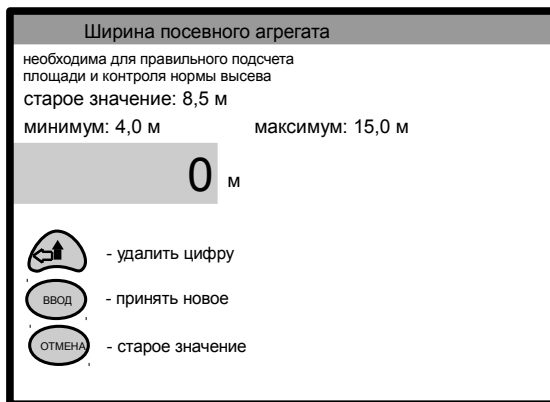

Рисунок 4.12. Окно редактирования параметров
3. После выбора и подсветки нужной строки нажать клавишу , откроется окно редактирования (рис. 4.12).
Установка ширины сеялки в зависимости от модели посевного комплекса, используется для подсчета засеянной площади и нормы посева (рис. 4.12).